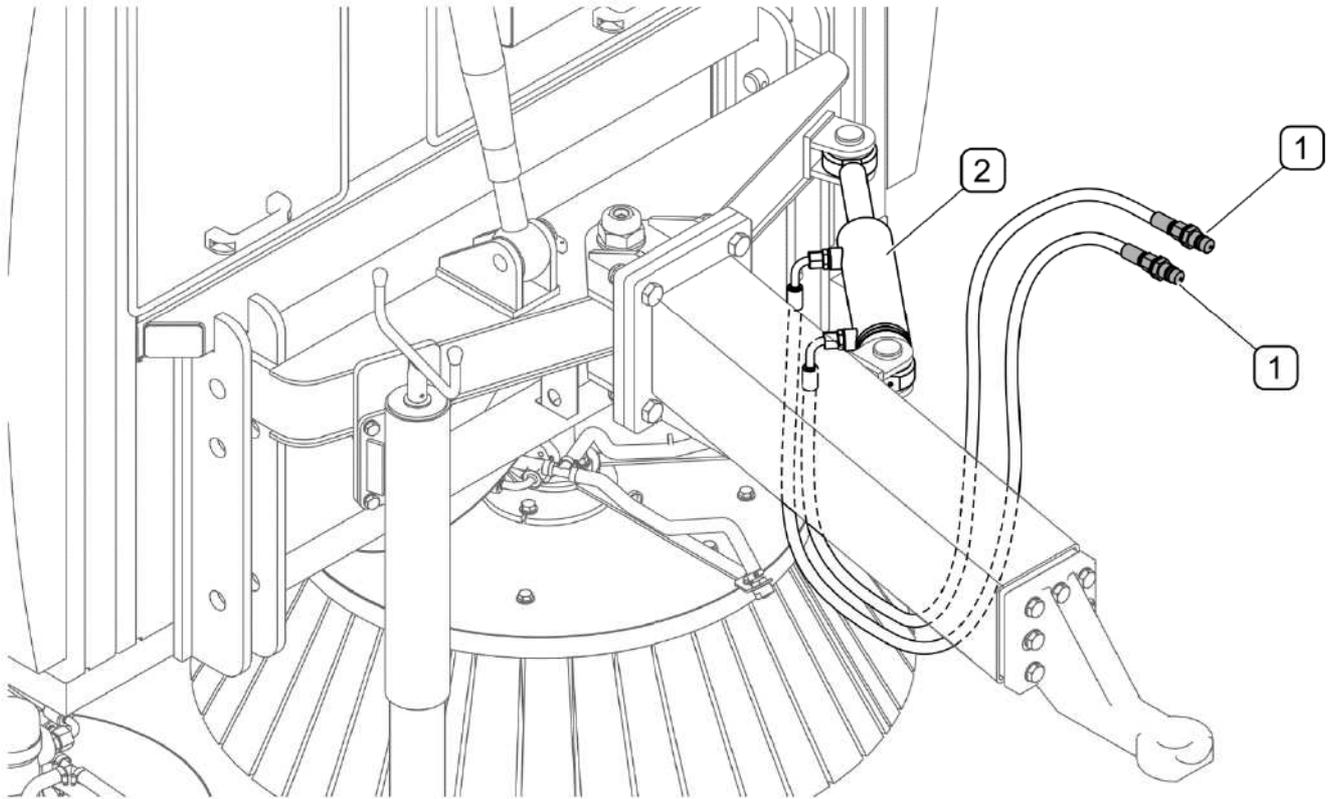

FIGURE 4.3 La connexion de l'alimentation hydraulique de la commande du timon
Les raccords hydrauliques (1) de commande du timon débattant (FIGURE 4.3) doivent être connectés à la section hydraulique externe du tracteur, permettant le changement de la direction du passage de l'huile.